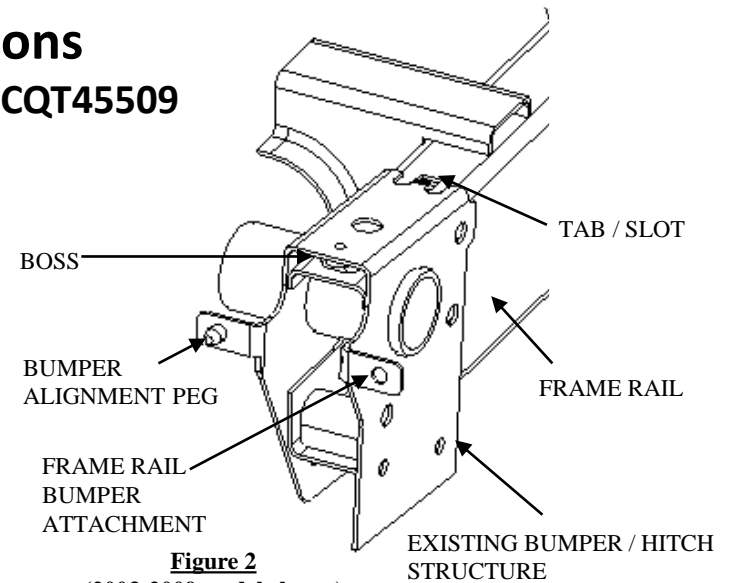

Figure 2
- The structure will need to be rotated up and pulled back to clear boss and tab / slot engagements. See figure 2.
- Il sera nécessaire de faire tourner la structure puis de la tirer pour dégager le bossage et les engagements de la languette/fente. Voir figure 2.